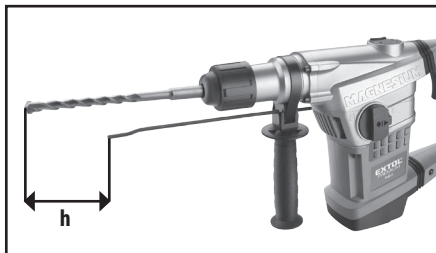

Abb. 5
- Zwecks Messung der Bohrlochtiefe kann man in die Öffnung im Griff vor deren Sicherung (nur bei Modellen, die damit ausgestattet sind) einen Tiefenanschlag schieben (Abb. 5) und diesen auf die entsprechende Bohrlochtiefe einstellen. Durch die Entfernung zwischen dem Ende des Tiefenanschlages und Bohrerende wird die Tiefe der Bohrung festgelegt, siehe Abb. 5.